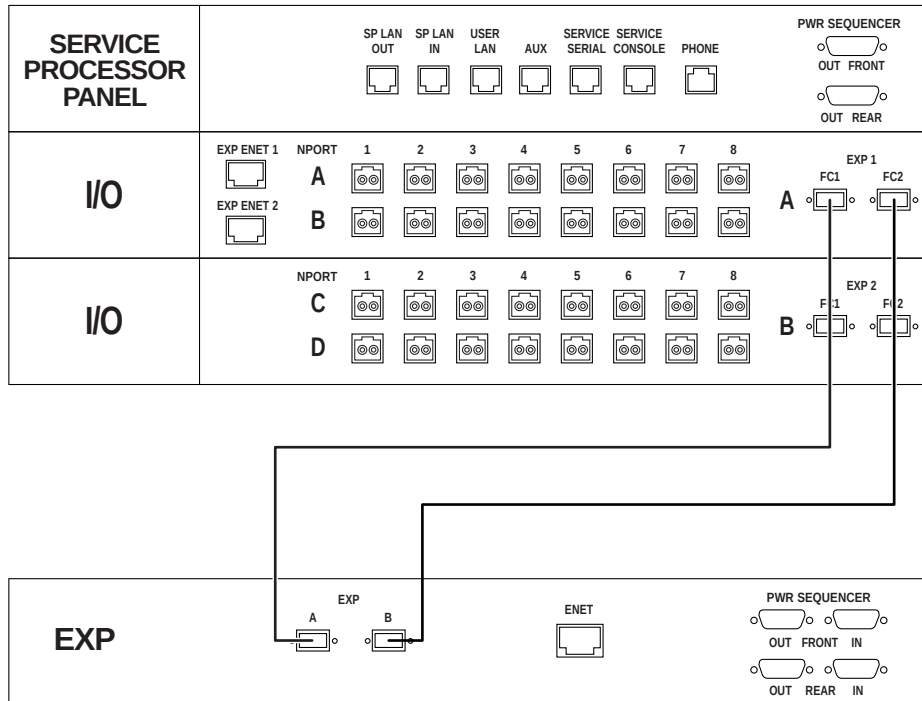

FIGURE 2-9 Câblage FC entre l'armoire de base et une armoire d'extension
Pour connecter une armoire d'extension, connectez les câbles Fibre Channel (FC) redondants (numéro de référence 537-1060-01) comme suit (voir FIGURE 2-9) :